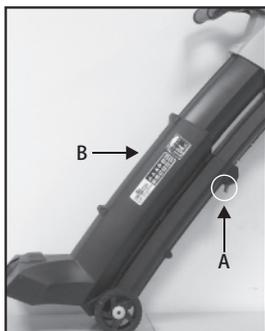

Abb.1
1. Durch Drücken des Knopfes (A) für die Rohrverlängerung können Sie das Saug-/Blasrohr (B) um 10 x 3 cm auf die für Sie bequeme Länge verlängern. (Abb.1). Arbeiten Sie immer mit der Öffnung dicht am Boden!